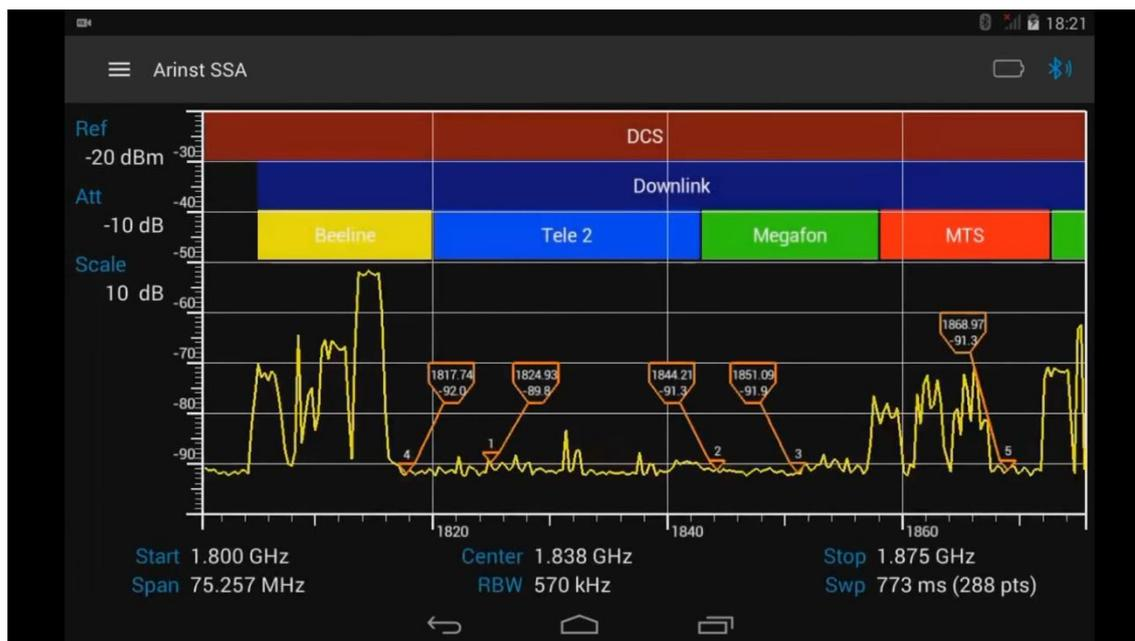

Рисунок 42 – Отображение обозначения маркеров ярлыками.
8.7.6. В зависимости от выбранного вида обозначения, маркеры будут обозначены ярлыками, на которых будет указана частота и уровень сигнала (Рисунок 42),